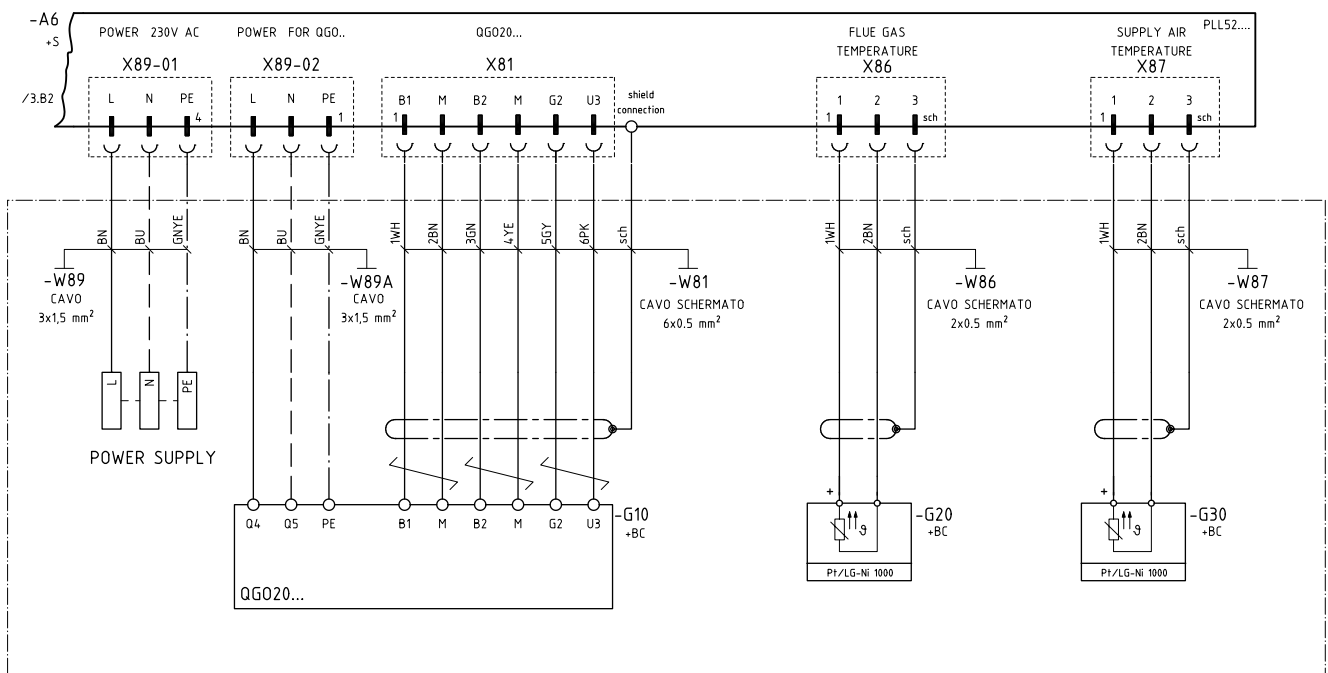

Рис. 8
- Подключите датчик O₂ к клеммному блоку модуля PLL посредством 2 кабелей из комплекта поставки (см. Рис. 8):
- 1 кабель типа FROR H NPI 6P+SCH 0,5 мм² для связи с модулем PLL (клеммный блок X81) (см. Рис. 8).
- Подключите питание модуля PLL (клеммная колодка X89-01) кабелем FROR NPI 2P+E 1 мм² к клеммной колодке горелки (см. Рис. 8).
- Подключите датчики дымовых газов и температуры воздуха в помещении соответственно к клеммной колодке X86 и X87 модуля PLL кабелем FROR H NPI 2P+SCH 0,5 мм² (см. Рис. 8).